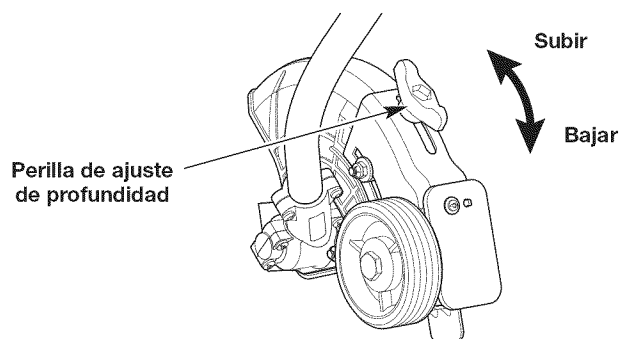

Fig. 6
3. Afloje la perilla de ajuste de profundidad (Fig. 6).